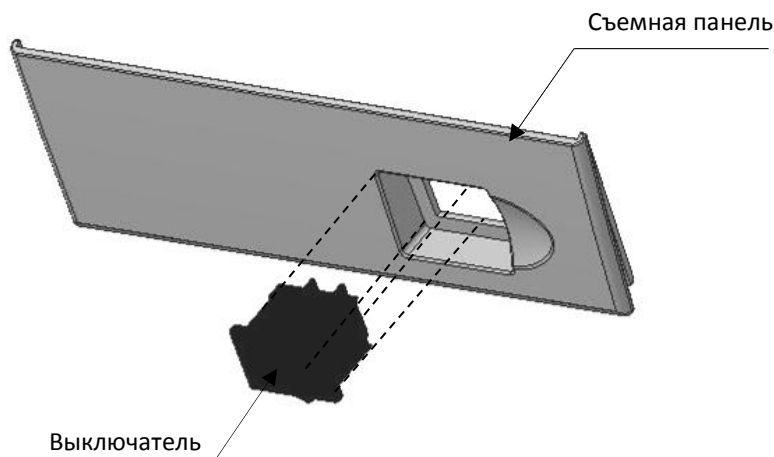

Рисунок 21. Установка выключателя сетевого кабеля с выключателем на съемной панели
- **Кабель сетевой с выключателем** (подробнее о сетевом кабеле описано в документе «Альбоме схем», представленном на сайте компании АТОЛ [www.atol.ru](http://www.atol.ru)) вставляется в прорезь (отверстие) с внешней стороны передней съемной панели нижней части корпуса изделия и протягивается до упора, при этом выключатель сетевого кабеля необходимо плотно зафиксировать на съемной панели таким образом, чтобы знак «О» выключателя располагался слева (см. рисунок 21 на странице 21).